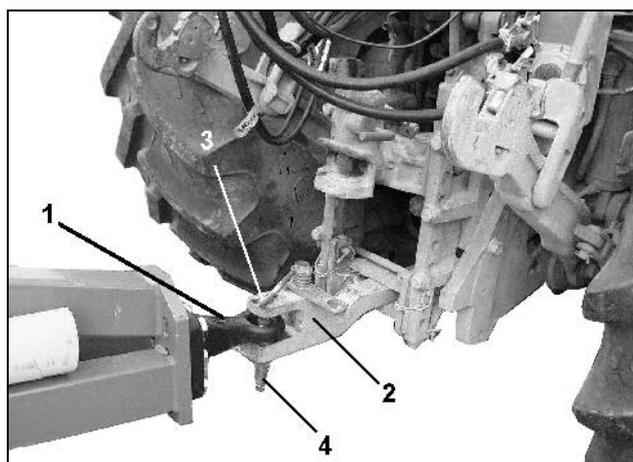

Рис. 17
- Агрегат при помощи сцепной петли (Рис. 17/1) прикрепите к маятниковому прицепному устройству трактора;
- установите крепежный палец (Рис. 17/3) и
- зафиксируйте пальцем с пружинной защелкой (Рис. 17/4).